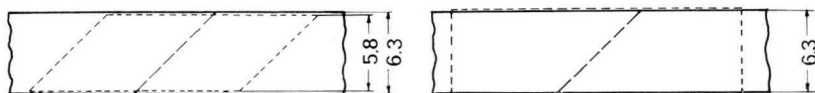

Fig. 19: Uitvoering van lassen; links: smal plakband (5,8 mm) in de lengterichting geplakt; rechts: breed plakband dwars geplakt.
- 1) met →plakband dat iets smaller is als de magneetband. Deze methode is wel de gebruikelijkste (→fig. 19 links);
- 2) Volgens deze methode wordt een brede plakband (b.v. 1 →inch) dwars over de magneetbandeinden geplakt en dan de aan de zijkanten overstekende stukken met een schaar of speciale inrichting afgesneden (→fig. 19 rechts). Bij deze methode bestaat de mogelijkheid dat kleefsel op de laagoppervlakte terecht komt en de →magneetkoppen verontreinigt.